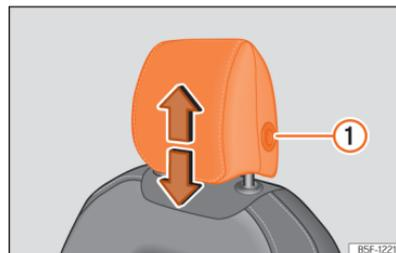
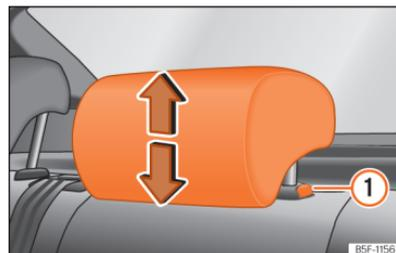

Abb. 96 Vordersitz: Kopfstützeinstellung.
Abb. 97 Kopfstütze hinten: Kopfstützeinstellung.
Sie zum Absenken auf gleiche Weise vor und drücken Sie die seitliche Taste ① »» (Abb. 96) »» (Abb. 97).